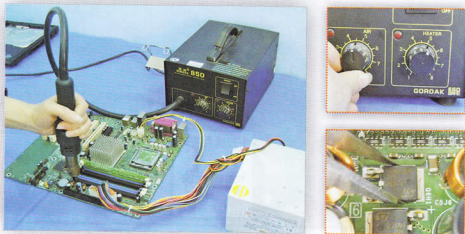

图16-14 拆除怀疑故障场效应晶体管
(4) 打开热风枪,风力调至4级,温度调至5级。用热风枪垂直对着场效应管旋转进行加热,加热10~20s后,用镊子取下场效应管,如图16-14所示。